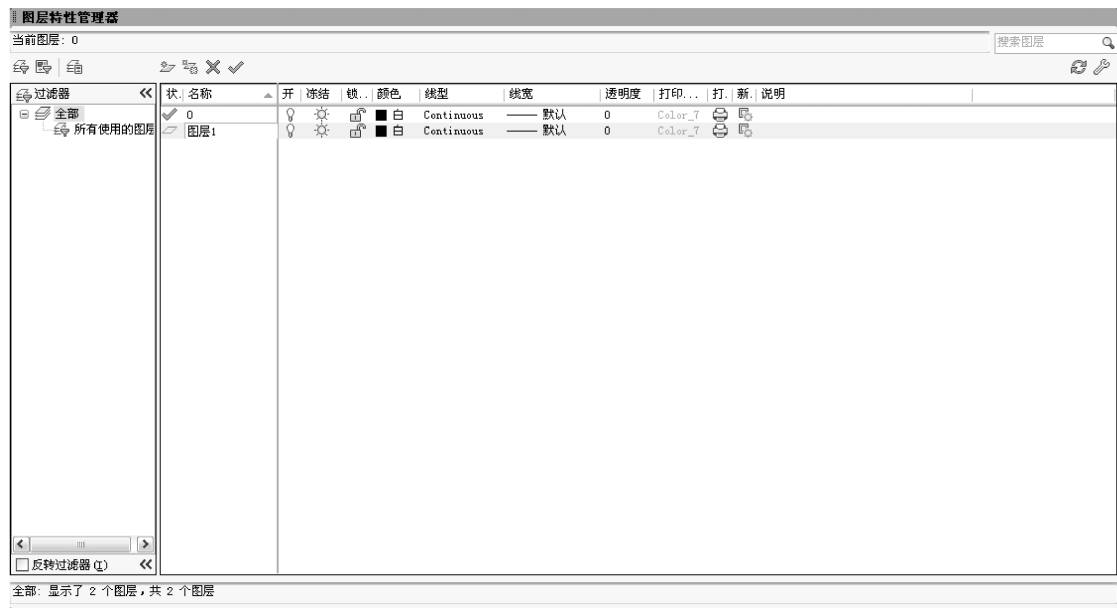

图 3-3 “图层特性管理器”对话框
AutoCAD 通过“图层特性管理器”设置图层。调用“图层”工具栏的“图层特性管理器”命令，打开“图层特性管理器”对话框，如图 3-3 所示。在“图层特性管理器”对话框的图层列表中，设置图层各参数，主要包括图层的名称、颜色、线型、线宽等参数的设置。
工具栏: 图层→图层特性管理器→新建图层 (新建如图 3-3 所示“图层 1”)。
- Step 2** 新建“中心-细点画线”图层：调用“图层”工具栏的“图层特性管理器”命令，打开图 3-3 所示“图层特性管理器”对话框。单击“新建图层”按钮，新建“图层 1”。更改图层名称为“中心-细点画线”。